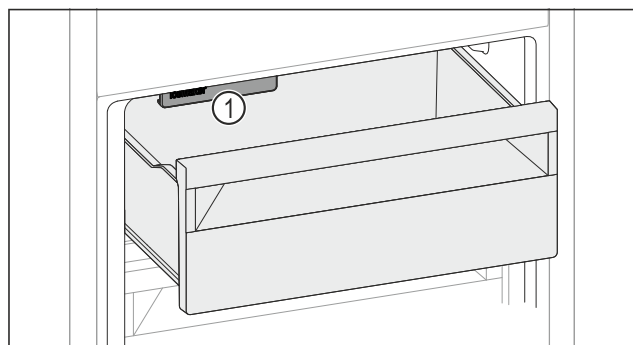

Fig. 217
► Учитывайте IceMaker Fig. 217 (1).